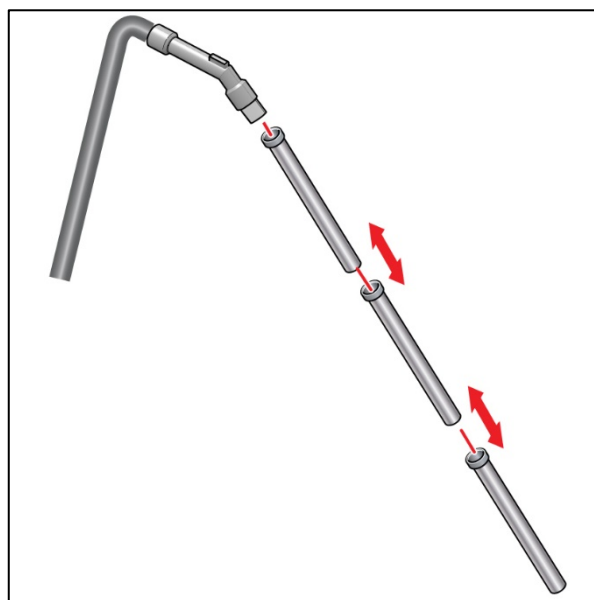

Figura 16
1. Añade o retira una sección del tubo (Figura 16, pos. 1) para ajustar la longitud